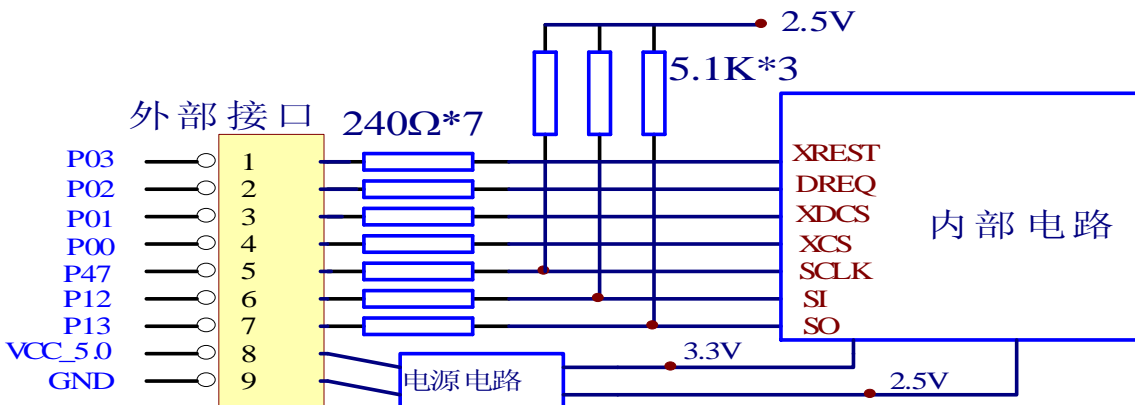
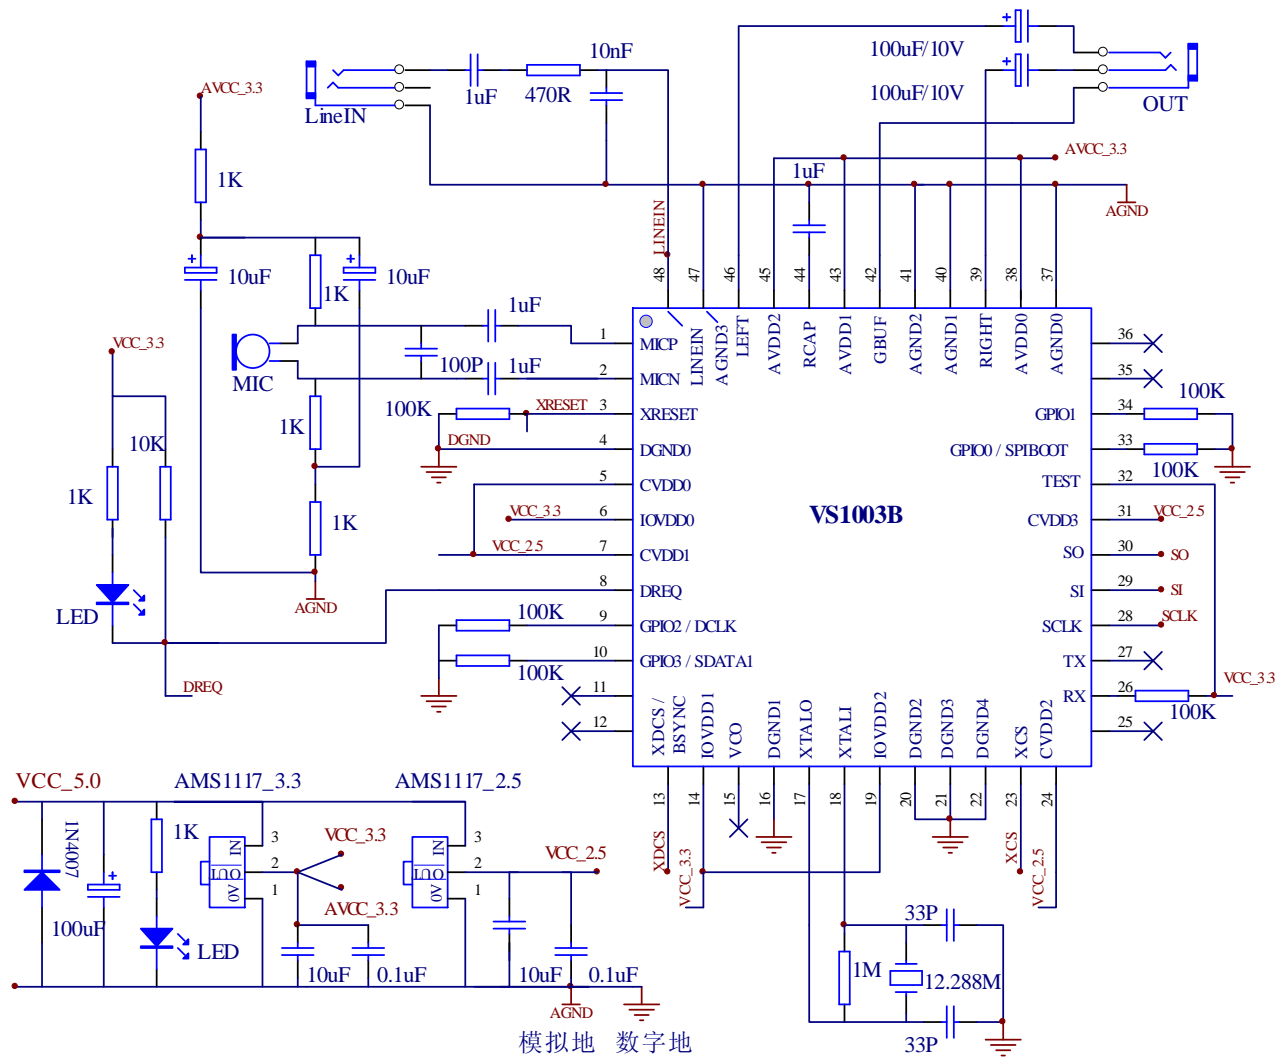

图 1-20 主实验板与 VS1003 模块接口
图 1-21 MP3 音频播放器模块内部电路
17、由 1 号单片机驱动的 MP3 音频播放器模块电路原理如图 1-20 和图 1-21 所示。